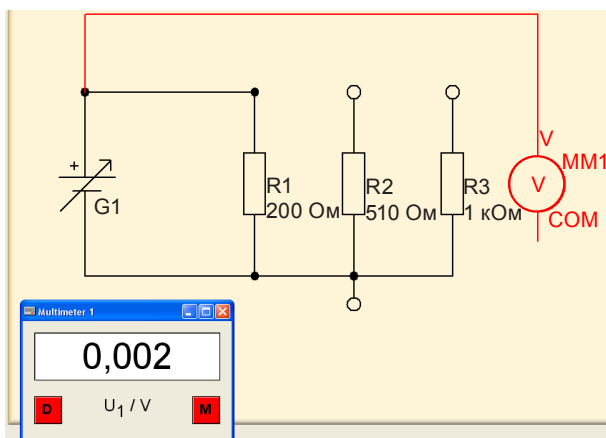

Рис. 2. Подключение клеммы V мультиметра 1 к положительному полюсу источника тока
7. Используя соединительный провод, соединить клемму V мультиметра 1 с положительным полюсом источника питания, как показано на электрической схеме (рис. 2).